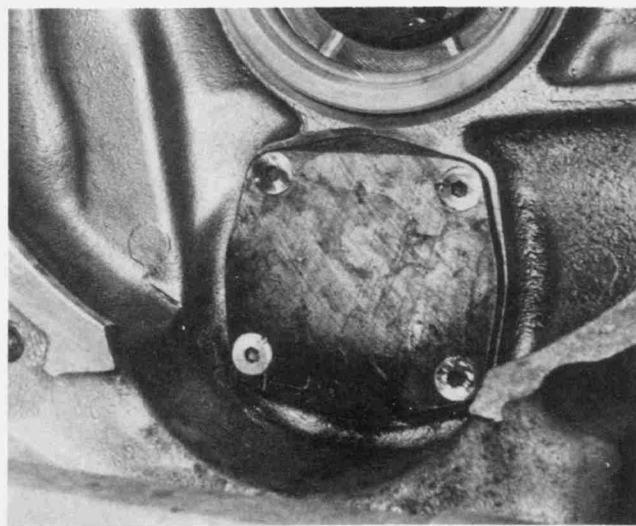

Bild 34
- Die vier versenkten Ölpumpen-Deckelschrauben herausdrehen und den Ölpumpendeckel sowie den O-Ring abnehmen. Sitzen diese Schrauben so fest, dass sie selbst mit einem Schlagschraubendreher nicht gelockert werden können, müssen sie herausgebohrt werden (Bild 34).